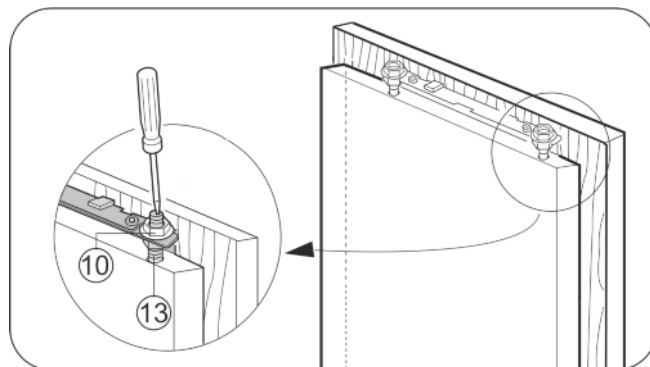

Fig. 22
- ▶ Serrer les contre-écrous *Fig. 22 (10)* avec une clé à six pans de 13, en maintenant les écrous de réglage *Fig. 22 (13)* avec un tournevis.